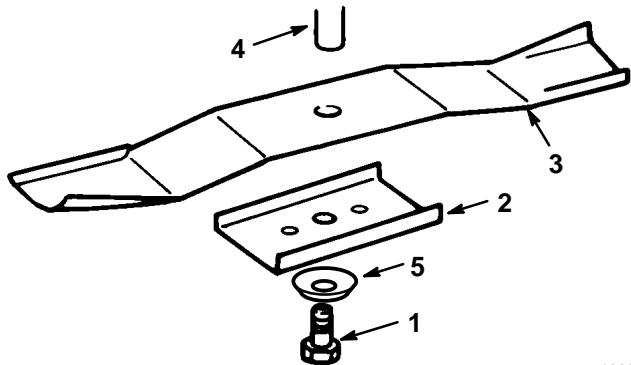

Figure 33
3. Enlever le boulon –clé 16 mm (5/8")– la rondelle bombée, le porte-lame et la lame (Fig. 33). Pour enlever le boulon, caler éventuellement la lame en introduisant une cale en bois entre la lame et la tondeuse.
- Monter la lame, le porte-lame, la rondelle bombée (face concave vers la lame) et le boulon de lame (Fig. 33).